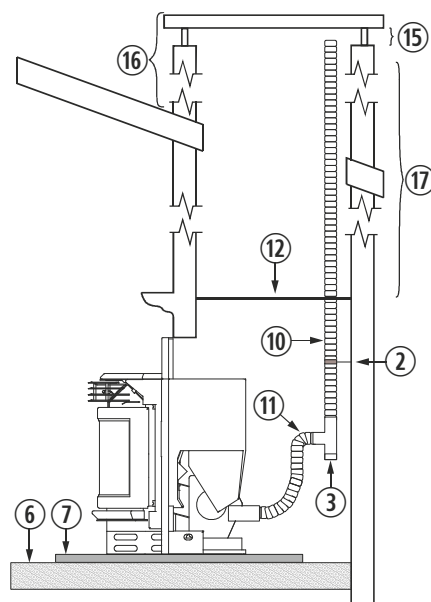

Figura 11
4.29. L'installazione di una stufa ad incasso in un caminetto può essere realizzata in completa totalità in un tubo flessibile, così come è indicato nella figura 11. Dobbiamo prestare speciale attenzione al momento di realizzare l'isolamento tra il caminetto e il tubo di fuoriuscita di gas per evitare possibili arretramenti di gas in caso di tormenta.
②	Collare di fissaggio in acciaio inox.
③	Giunto a "T" a 90° con filtro.
⑥	Pavimento in legno.
⑦	Protezione non infiammabile.
⑩	Tubo in acciaio inossidabile flessibile.
⑪	Manicotto d'unione tra flessibile e rigido.
⑫	Isolante anti -arretramento.
⑮	Minimo 200mm.
⑯	Deve superare di 1 metro il tetto.
⑰	Se superiore a 4m aumentare le dimensioni.